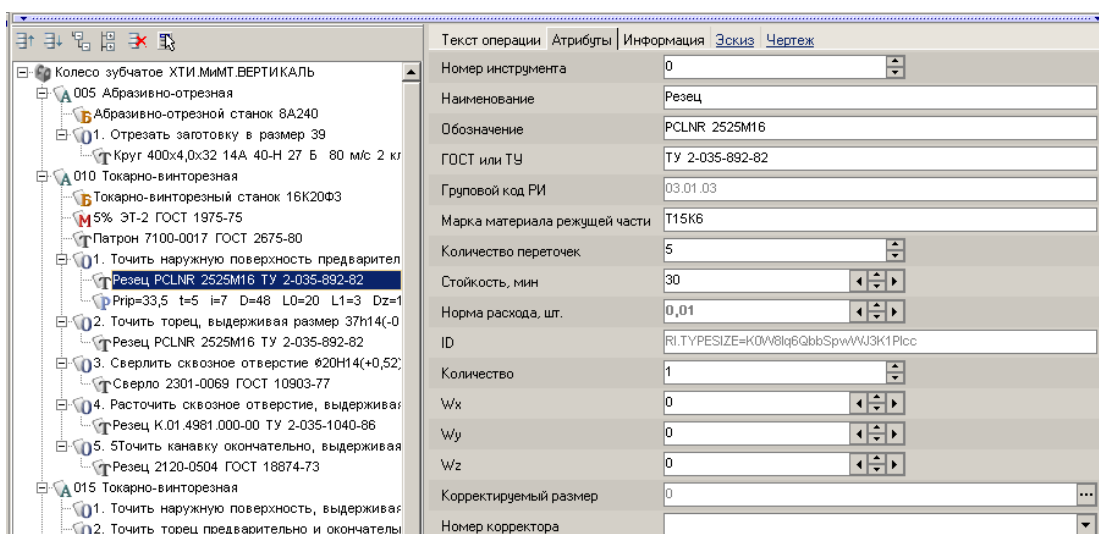

Рис.6
6. Установив курсор на названии инструмента в этом переходе, перейдите на вкладку **Атрибуты**. В результате расчета стало возможным автоматическое определение нормы расхода режущего инструмента (рис. 6).